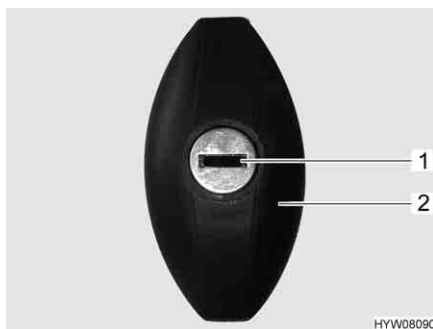

Fig. 26 Serratura dello sportello, ellittico, chiuso
- Inserire la chiave nel cilindro della serratura (Fig. 26,1) e ruotare in senso antiorario di un mezzo giro. La maniglia della serratura (Fig. 26,2) scatta all'infuori.